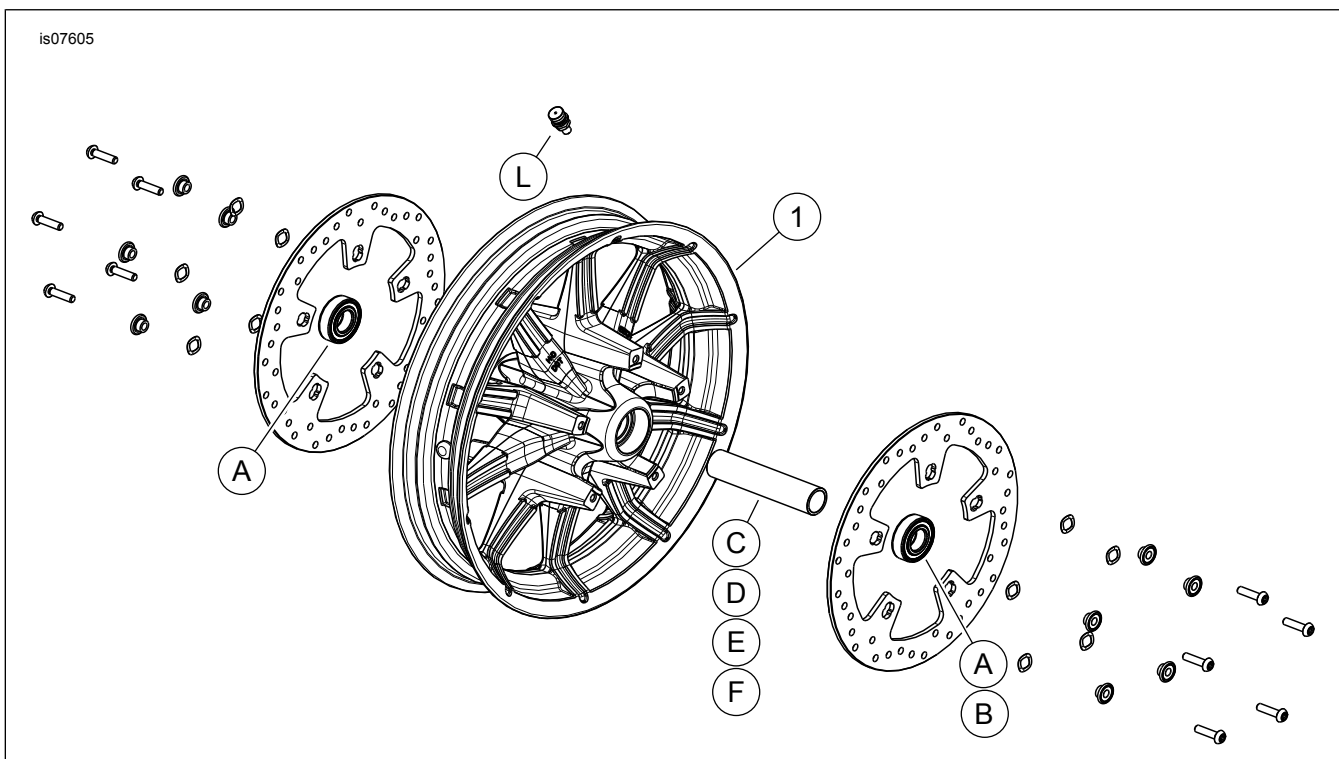

Figura 1. Piezas de servicio: RUEDAS DELANTERAS IMPELLER
2. Vea la Figura 1. Instale el conjunto del vástago de la válvula (L) en la rueda. Vea NEUMÁTICOS en el Manual de servicio.